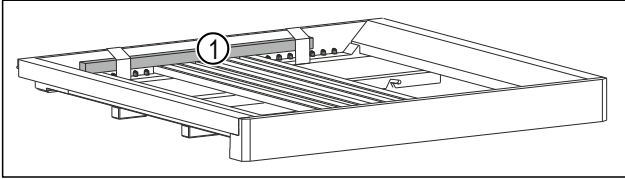

Fig. 5 *
- ▶ Holzstab Fig. 5 (1) entfernen.*